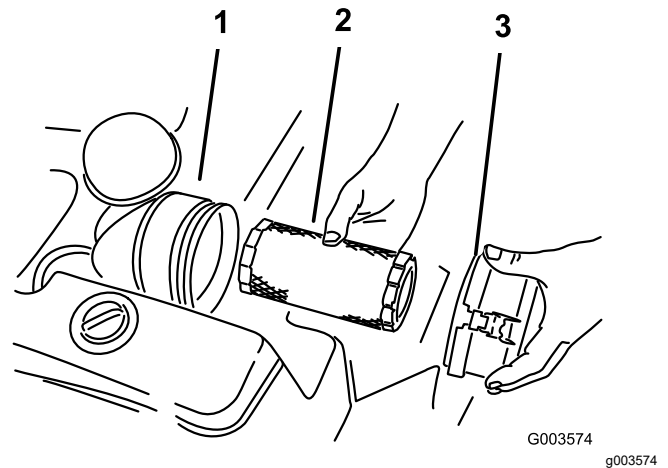

Bild 2
4. Entfernen Sie die Luftfilterabdeckung und den Filter (Bild 2).